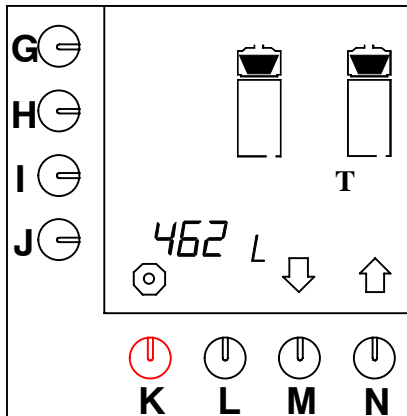

Abb. 38 Gesamtzählwerk für das
- Drücken Sie auf die Wahltaste (N.) $\uparrow$ , bis Abb.38 im Display erscheint.